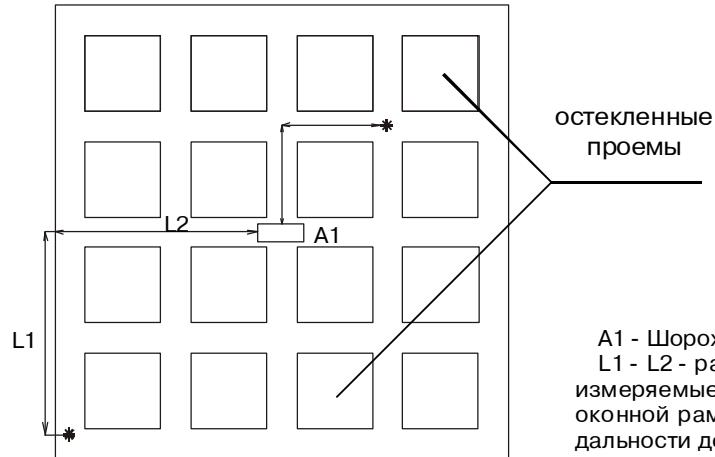

Рис.84- Размещение извещателя для охраны переплета оконной рамы
4) при использовании извещателя для охраны переплета оконной рамы измерение его дальности действия следует производить по деревянным частям рамы (рисунок 84);